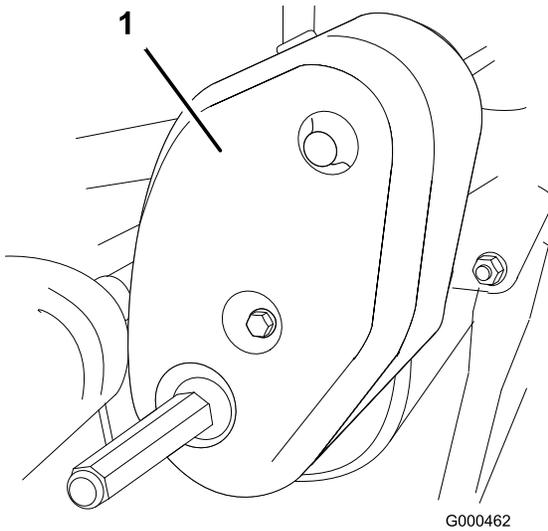

図 45
1. ベルト・カバー取り付けネジ (図 45) を外してベルトを露出させる。